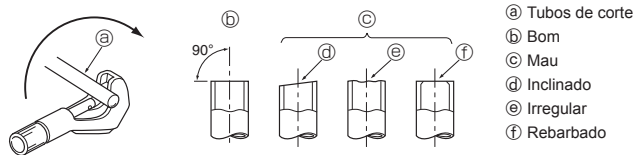

Fig. 5-2
5.2.1. Corte do tubo (Fig. 5-2)